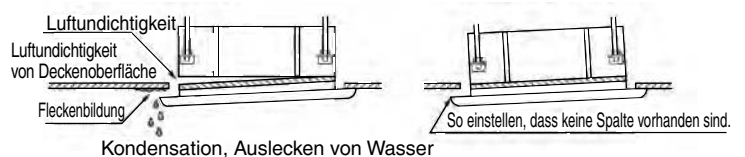

Abb. 9-25
- Falls zwischen Deckenverkleidung und Decke ein Spalt besteht, die Deckenverkleidung in diesem Zustand belassen, und die Feineinstellung an der Installationshöhe der Einheit vornehmen, um den Zwischenraum zur Decke zu beseitigen. (Abb. 9-25)